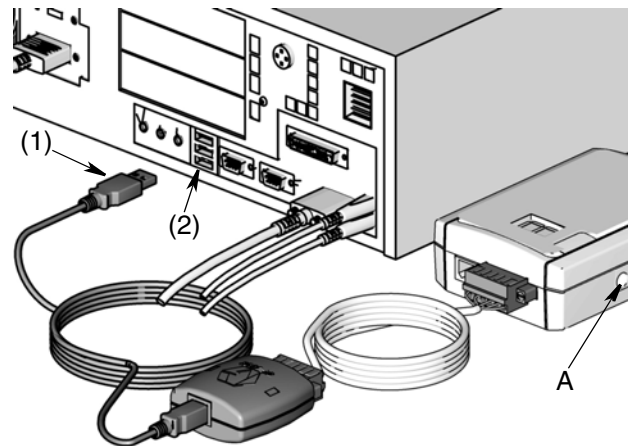

FIG. 10
- Para distancias superiores hasta 4000 pies (1219 metros) entre el transceptor y el ordenador de matriz se requiere un adaptador **RS422**. Vea FIG. 10, en la página 7.